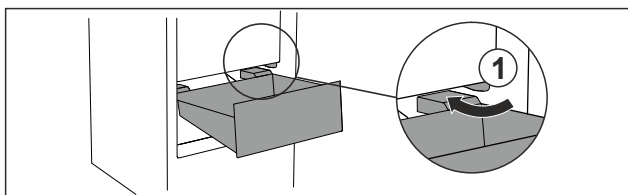

Fig. 69
- Før skuffen rundt stopperne Fig. 69 (1) på skrå.